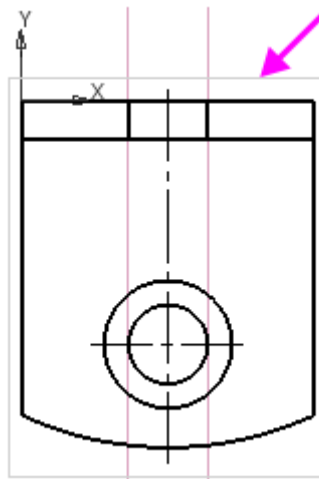

Рисунок 3
- Сделайте текущим вид сверху, выполнив двойной щелчок мыши по его рамке. (рисунок 3)